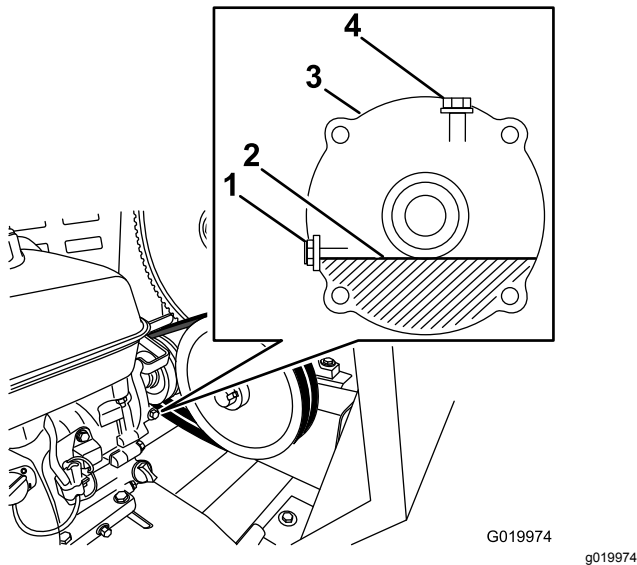

Figure 62
5. Localisez le carter réducteur entre le moteur et la poulie de moteur (Figure 62).
7. Retirez le boulon et la rondelle de contrôle de niveau d'huile de l'orifice de niveau d'huile (Figure 62).
A. Retirez le boulon et la rondelle de l'orifice de remplissage au sommet du carter réducteur (Figure 62).
C. Placez le boulon et la rondelle sur l'orifice de remplissage du carter réducteur, et serrez le boulon (Figure 62).
8. Lorsque l'huile est au niveau du filetage au bas de l'orifice de niveau d'huile, remettez le boulon et la rondelle de contrôle de niveau d'huile sur l'orifice, et serrez le boulon (Figure 62).
11. Versez lentement l'huile spécifiée dans l'orifice de remplissage jusqu'à ce que le niveau atteigne le filetage au bas de l'orifice de niveau d'huile (Figure 62).